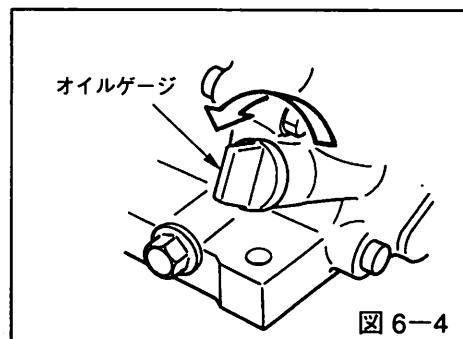

図 6-4
- エンジンの始動前にオイルゲージを反時計方向に回して外し、一度ウエスで拭った後、ゲージをねじ込まずに差し込んで点検してください。(図6-4参照)